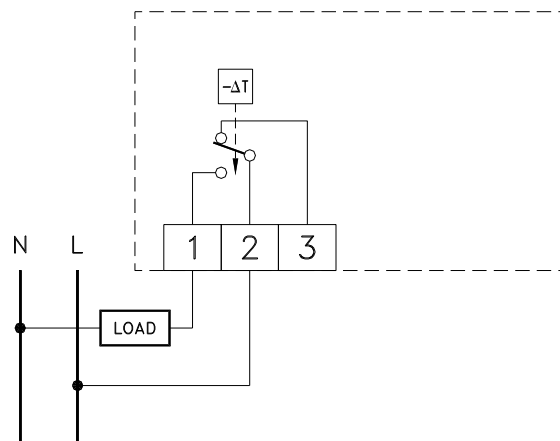

Fig. 2: Inkopplingschema
- Tag bort frontkåpan genom att med hjälp av något verktyg, t ex skruvmejsel, pressa de två plasttänderna inåt/nedåt (4) på kåpans högra sida. Applicera ett lätt tryck med skruvmejseln, och vrid/rotera därefter sakta mejseln. Pressa inte plasttänderna alltför hårt emedan de då kan gå sönder.
- Gör de elektriska anslutningarna till plintarna på kretskortet (se schema fig. 2).
- Det är möjligt att begränsa börvärdesrattens inställningsområde. Vid leverans sitter ett par små plastpinar (7) till vänster om inställningsrattens axel. Flytta dessa till nya önskade lägen (6), se exempel nedan. Här utgör (5) det valda begränsade nya inställningsområdet.
Pumpen stannar när rumstemperaturen överstiger börvärdet. Pumpen kopplas till plint nr 1 och nollan, enligt fig. 2.
Kylventilen aktiveras/stängs när rumstemperaturen understiger börvärdet. Ventilen kopplas till plint nr 3 och nollan, i övrigt inkoppling enligt fig. 2.